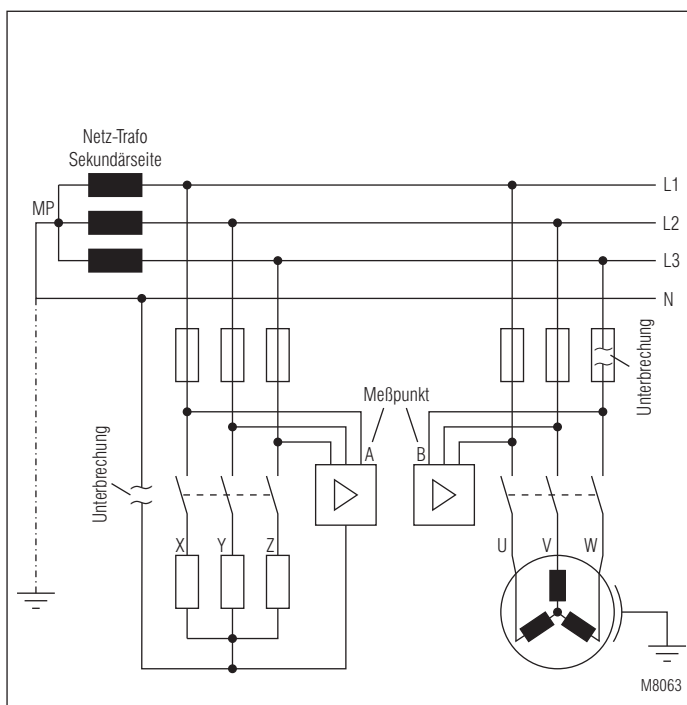
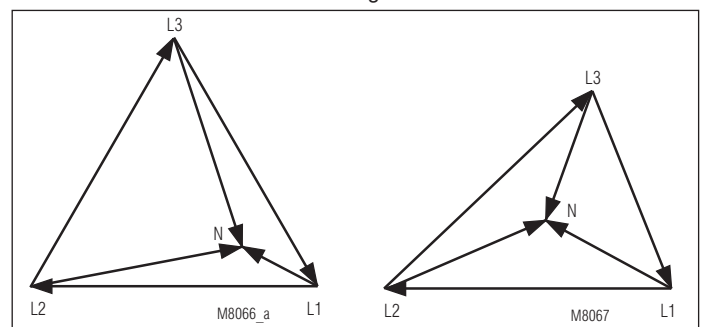

Bild 1a
Bild 4
**1. Fall:** Unter der Voraussetzung eines starren Netzes, d. h. konstanter Außenleiterspannungen, können sich die Sternspannungen am Verbraucher verändern (Messpunkt A), ohne das sich die äußere Symmetrie ändert (Bild 4). Dies ist der Fall bei unsymmetrischer Last in Sternschaltung und unterbrochenem Neutralleiter, d. h. bei offenem Sternpunkt (Bild 1a).
Als erstes soll der Fall mit unterbrochenem Neutralleiter betrachtet werden. Wie Bild 4 zeigt, können die Sternspannungen gefährlich hohe Werte annehmen, im Extremfall bis zur Höhe der Außenleiterspannung. Es ist leicht einzusehen, dass die daran angeschlossenen Verbraucher geschädigt oder zerstört werden können. Solche Überspannungen sind die Folge einer starken Asymmetrie, wie sie häufig in privaten und gewerblichen Bereichen vorkommt. Denn die dort verwendeten elektrischen Geräte sind überwiegend einphasige Verbraucher unterschiedlicher Leistungsaufnahmen.